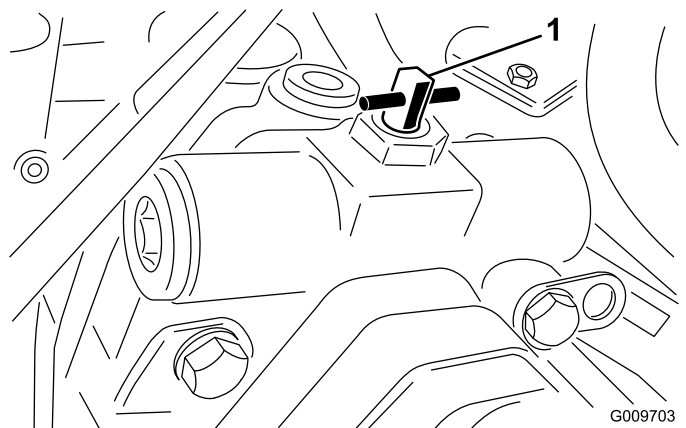

Figure 23
2. Tournez la vanne de dérivation à 90° (1/4 de tour) dans un sens ou dans l'autre pour l'ouvrir et dériver l'huile à l'intérieur de la transmission (Figure 23).